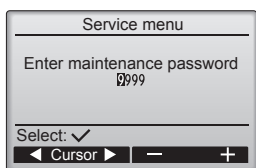

Fig. 7-2
① Послідовно виберіть «Main menu» (головне меню) і «Service» (сервіс), а потім натисніть кнопку .
② Після вибору меню «Service» (сервіс) з'явиться вікно з проханням ввести пароль (Fig. 7-2).